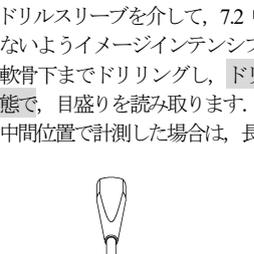

図2
2) ドリルスリーブからガイドピンスリーブを取り外します。手回しで取り外し難い場合は、ガイドピンスリーブのつまみ部にある丸穴にガイドピンプッシャーを挿入して回すことにより、取り外しを容易にします。(図2)